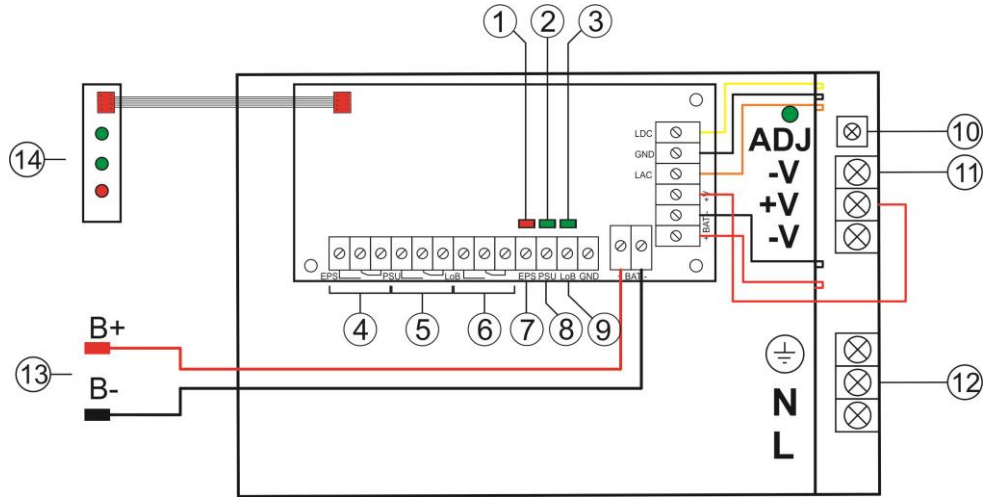

Abb. 2. Ansicht des Netzteilmoduls.
1.3 Beschreibung der Elemente und Verbindungen des Netzteils (Tab. 1, Abb. 2)
Tabelle 1. Elemente des Netzteilmoduls (siehe Abb. 2).
- rote LED-Diode (Abb. 2, Element 1) im Normalbetrieb (AC-Versorgung) leuchtendes Licht. Beim Fehlen der AC-Stromversorgung wird die LED-Diode ausgeschaltet.
- grüne LED-Diode (Abb. 2, Element 2) signalisiert über den Stand der DC-Versorgung am Ausgang des Netzteils. Im Normalbetrieb (DC-Versorgung) leuchtendes Licht. Im Falle von Kurzschluss und Überlastung wird die Diode ausgeschaltet.
- grüne LED-Diode (Abb. 2, Element 3) signalisiert über den Stand der Spannung des Akku. Im Normalbetrieb ($U_{BAT} > 11,5V$) leuchtendes Licht, im Falle von Senkung der Spannung des Akkus ($U_{BAT} < 11,5V$) wird die Diode ausgeschaltet.
ACHTUNG! Auf der Abb. 2 werden die Kontakte der Relais in einem spannungsfreien Zustand dargestellt, was eine Netzstörung AC bedeutet.
ACHTUNG! Auf der Abb. 2 werden die Kontakte der Relais in einem spannungsfreien Zustand dargestellt, was eine Netzteilstörung bedeutet.